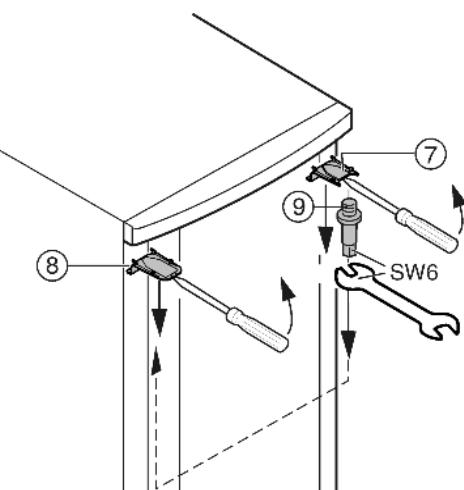

Fig. 7
- ▶ Верхнюю крышку Fig. 7 (7) и крышку Fig. 7 (8) с помощью отвертки выведите вперед из фиксатора и снимите, наклоняя вниз.
- ▶ Выкрутите опорный палец Fig. 7 (9) и вкрутите на противоположной стороне (**с моментом 4 Нм**).
- ▶ Снова установите крышку Fig. 7 (7) на стороне опорного пальца: насадите сзади, защелкните спереди.
- ▶ Установите крышку Fig. 7 (8) на противоположной стороне: насадите сзади, защелкните спереди.
- ▶ Подвесьте верхнюю часть двери на опорный палец *Fig. 7* (9).